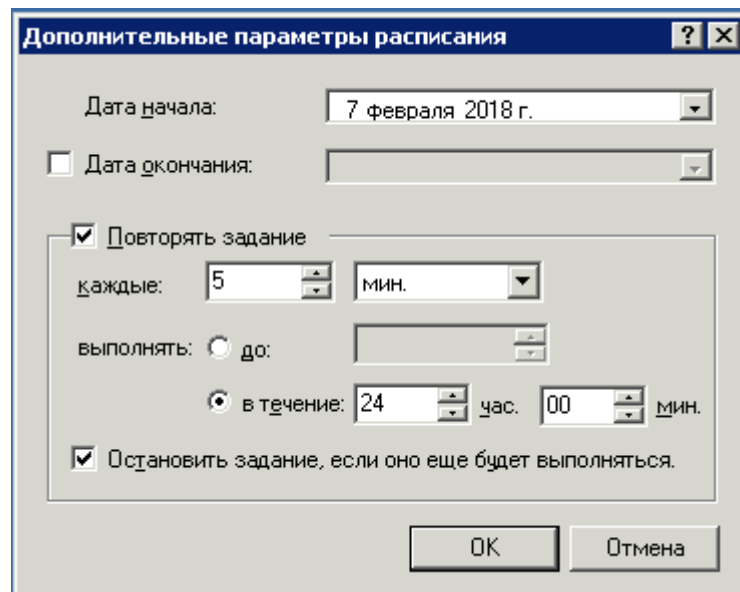

Рис. 18.
- 2) Перейти на вкладку **Расписание** (см. рис. 16) и нажать кнопку **Дополнительно**. Откроется окно (рис. 18).